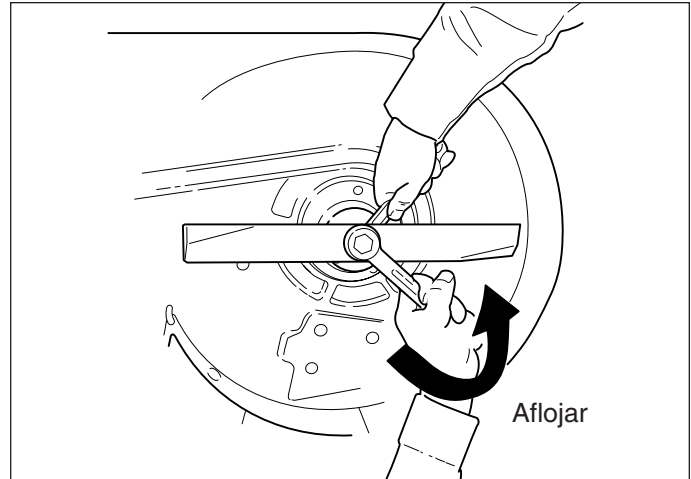

Figura 18. Quitar la cuchilla
2. Para quitar la cuchilla con el fin de afilarla, coloque una llave de 1" en el lado plano del eje del huso mientras quita el perno de montaje de la cuchilla con una llave de 15/16" (Figura 18).